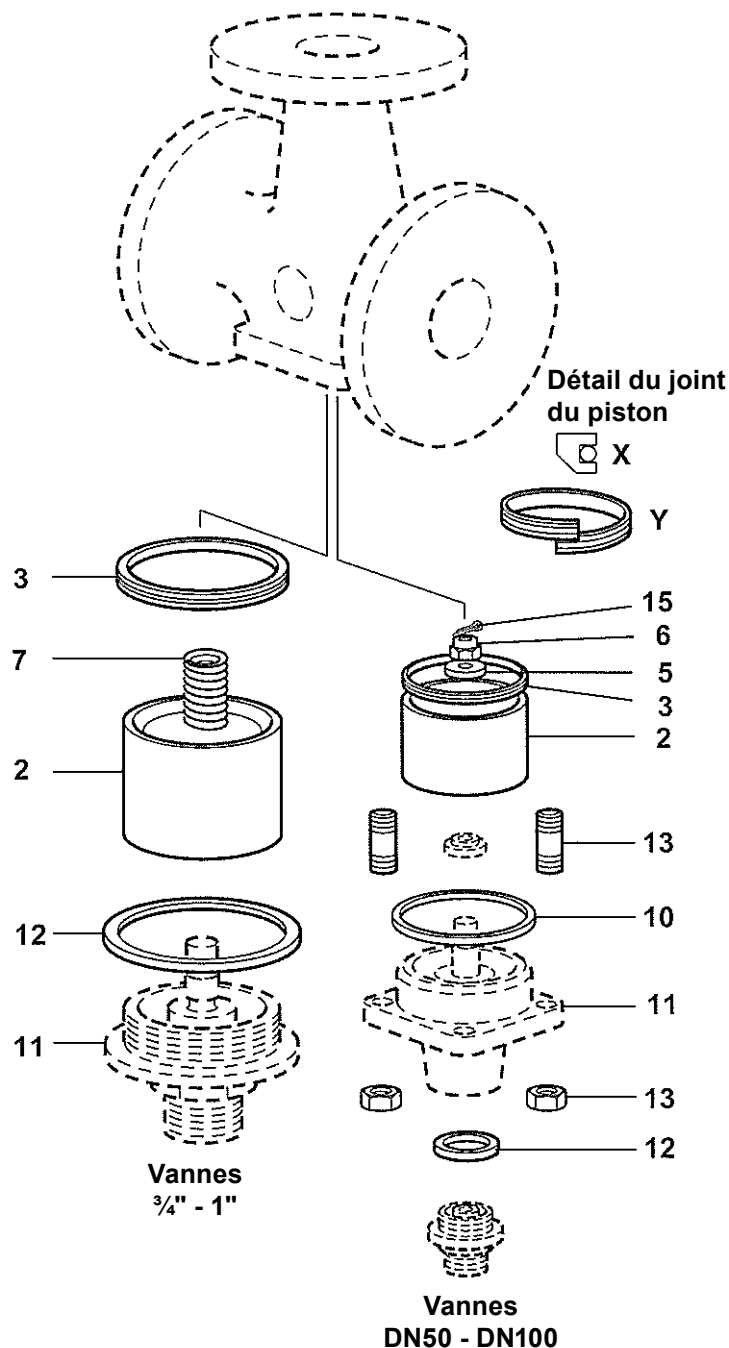

Fig. 11
4.3 Remplacement du joint d'étanchéité du piston (voir Fig. 11)